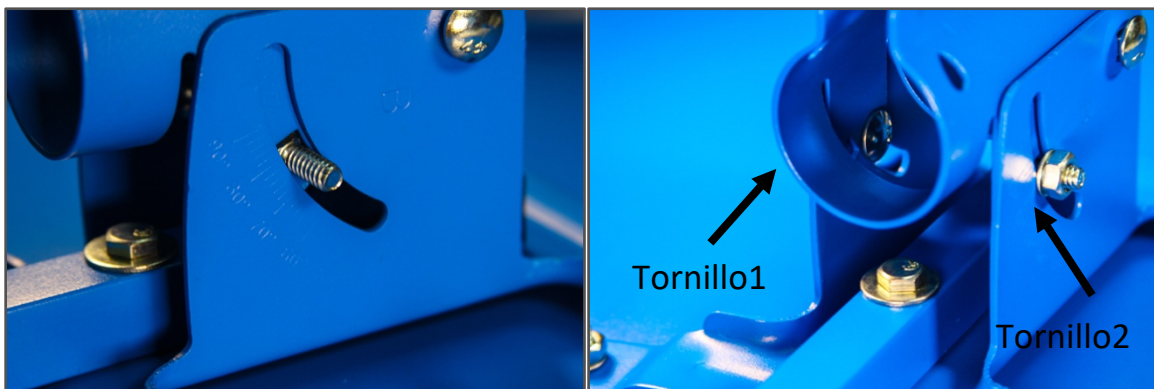

Imagen 9. Instalación de Abrazadera.
Colocar dos (2) tornillos de cabeza redonda 1/4*15 en la parte inferior de la abrazadera como se indica en la Imagen 9. Los tornillos se introducen desde la parte interna de la abrazadera con el fin de que la rosca quede hacia afuera.